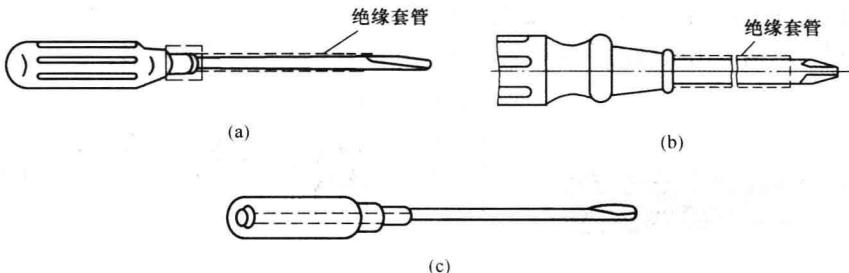

图 1-8 螺钉旋具外形
1) 螺钉旋具(又称螺丝刀、起子)是用于拧紧或拧松螺钉的常用工具。其样式和规格很多, 按头部形状有一字型和十字型两种, 其外形如图 1-8 所示。